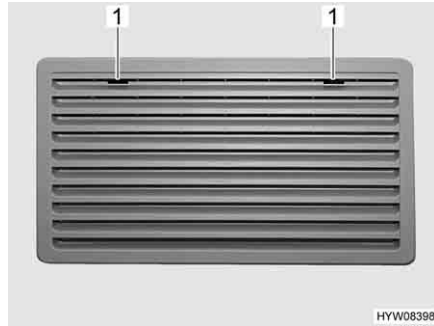
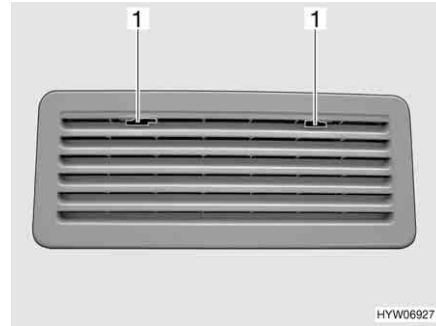

Fig. 226 Rejilla de ventilación del frigorífico (Thetford grande)
Fig. 227 Rejilla de ventilación del frigorífico (Thetford pequeño)
- Deslizar el bloqueo (Fig. 226,1 ò Fig. 227,1) hacia el centro.